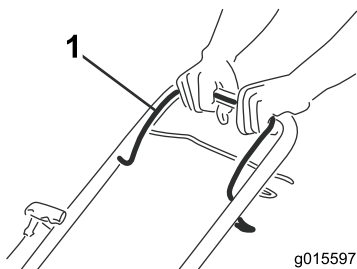

**Рисунок 12**
**Примечание:** Рисунок 11 Для того чтобы поднять газонокосилку, переместите все рычаги регулировки высоты вперед; для опускания – переместите все рычаги назад (Рисунок 12).